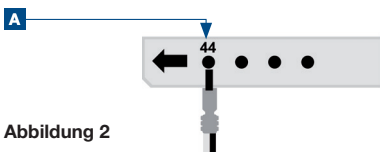

Abbildung 2
- 08 Kabel (schwarz/weiß) in Kabelsatzstecker XE1 einbauen (**Abbildung 2**)